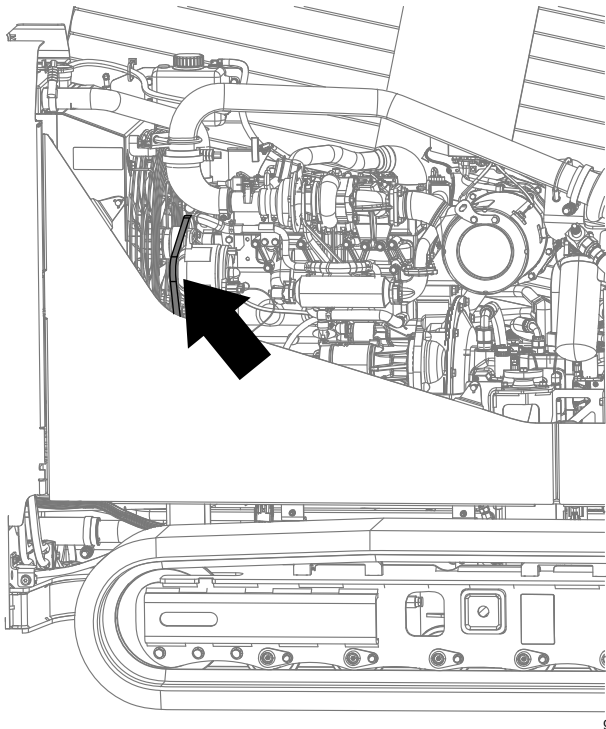

Figura 110
3. Inspeccione la correa en busca de cortes, grietas, hilos sueltos, grasa o aceite, y compruebe que no está torcida ni muestra señales de desgaste anormal (Figura 110).
3. Coloque una regla sobre la correa de transmisión y sobre las poleas (Figura 110).
4. Presione hacia abajo sobre la correa en el punto intermedio entre la polea del ventilador y la polea del alternador, según se muestra en la Figura 110.